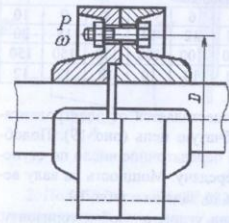

Рис. 16
3. Рассчитать болты дисковой муфты (рис. 16). Передаваемая муфтой мощность P , угловая скорость муфты ω , диаметр окружности центров болтов D и число болтов z приведены в табл. 16. Материал половин муфты – чугун.